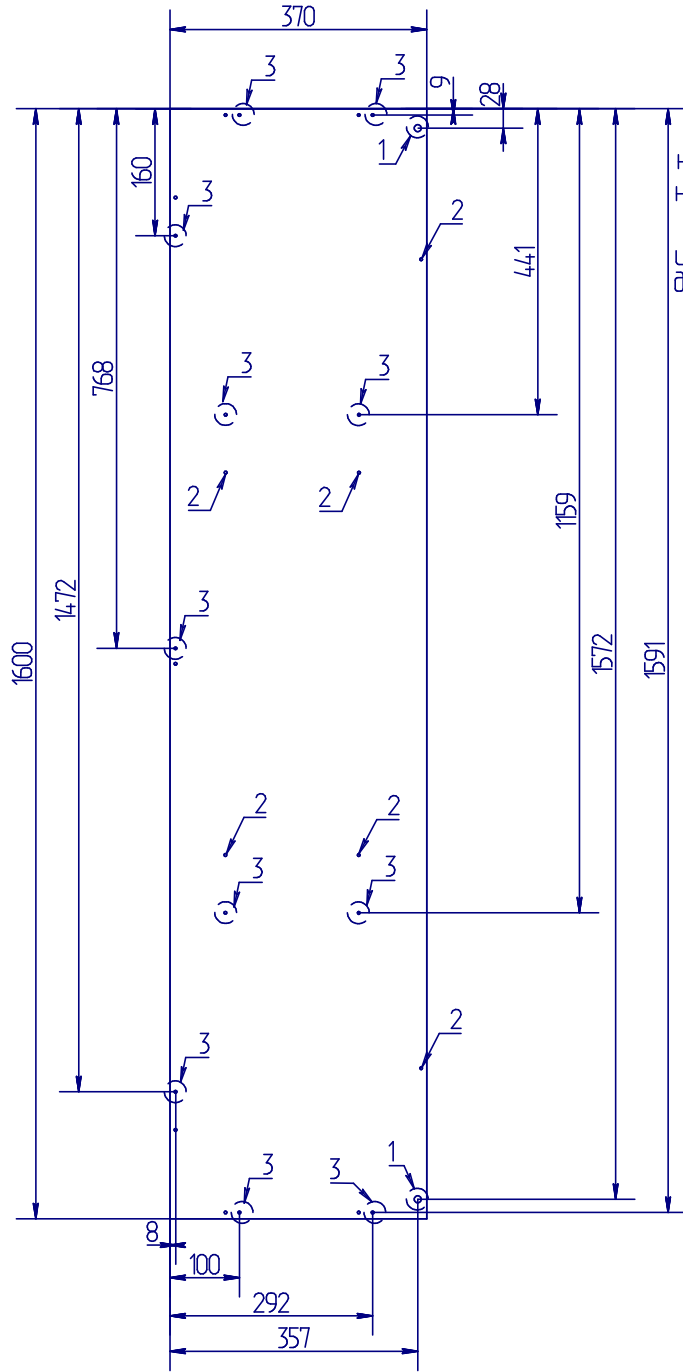

Рис. 3
7. Необходимо досверлить самостоятельно отверстия изображенные на (рис.3). Это будет верхняя горизонтальная деталь (Рис.4).
8. Отверстия №1 изображенные на на (рис.3) необходимо досверлить насквозь сверлом $\Phi 10$.
9. Остальные 11 отверстий №3 изображенные на (рис.3) необходимо досверлить насквозь сверлом $\Phi 8$.
3* При креплении Berlin 11 Тумба ТВ с Berlin 12 Стеллаж малый необходимо досверлить насквозь отверстия $\Phi 8$ в детали №485 (рис.3*)
Деталь №485 (Рис.3*)